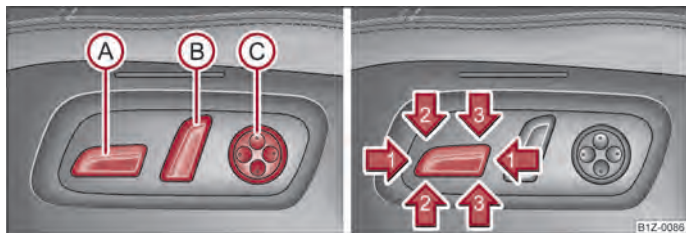

Fig. 43 Imagine din lateral: Elementele de comandă pentru reglarea scaunului/comutatorul pentru reglarea scaunului
- Apăsați comutatorul ① ⇒ fig. 43 în față, respectiv în spate ①.